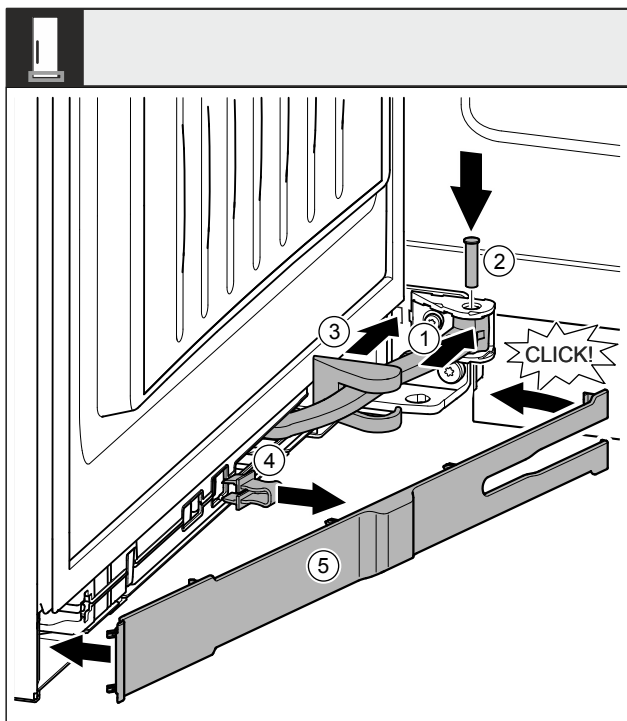

Fig. 53
- ▶ Otočte kĺb Fig. 53 (1) v závese.
- ▶ Skrutkovačom nasadte čap Fig. 53 (2) do závesu a kĺbu. Pritom dbajte na to, aby sa zaistovací doraz nachádzal správne v drážke.
- ▶ Posuňte kryt ložiskovej konzoly Fig. 53 (3) pozdĺž kĺbu a namontujte ho nad záves.
- ▶ Odoberte poistku Fig. 53 (4).
- ▶ Nasadte kryt Fig. 53 (5) na strane rukoväti a priklopte ho.